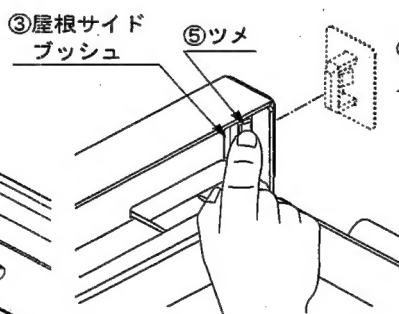

図8-2
- 2) 屋根サイドブッシュ③を取外してください。指でツメ⑤を押すと外れます。[図8-2]